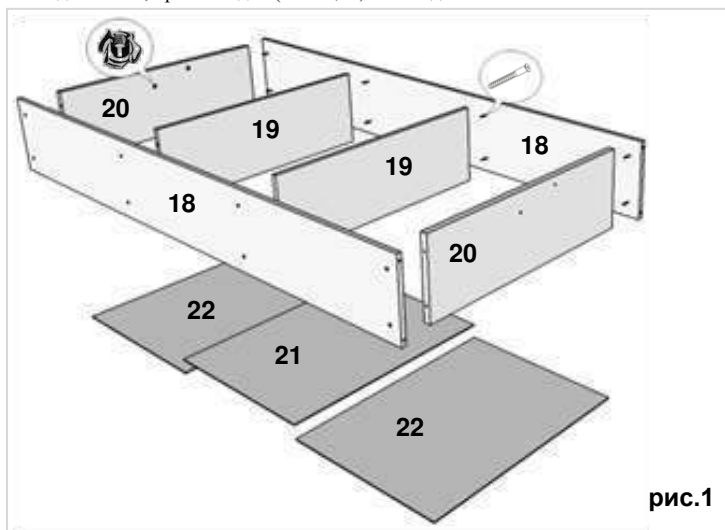

рис.1
2. На перегородки (поз.20) с внутренней стороны (см.рис.1) вставьте гайки усовые. *Внимание: при установке гаек обратите внимание – гайки должны быть установлены со стороны перегородок (поз.19) внутри каркаса.*